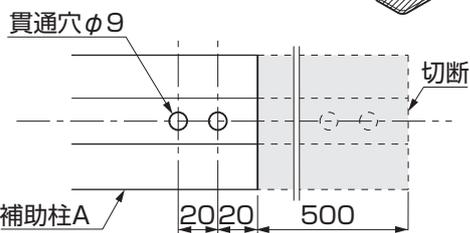

図7-2
- 標準柱の場合は補助柱Aを500mm切断し、貫通穴を2個あけてください。(図7-2参照)
- 凍上標準柱の場合は補助柱Aを450mm切断し、貫通穴を2個あけてください。(図7-2参照)
- ④ 補助柱全体の長さに合わせて、補助柱Bに補助柱A取付け写し穴をあけ、【1-11】、【1-12】、【1-13】、【1-14】で固定してください。